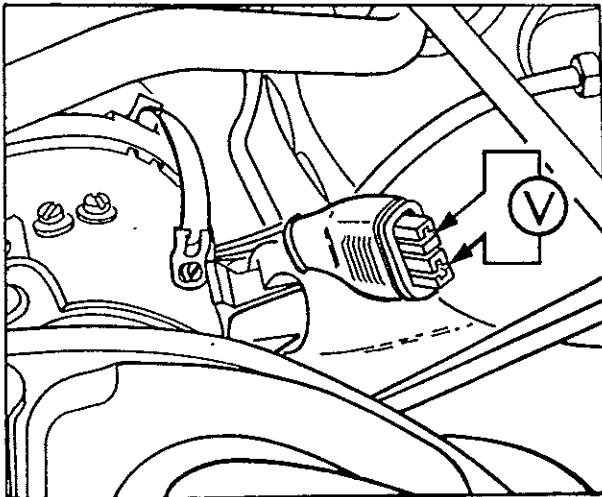

Bild 11: Hall-Sensor Überprüfen
- Der Dreifachstecker am Zündverteiler ist abgezogen. Jetzt wird bei eingeschalteter Zündung an den äußeren Kontakten (Bild 11) die anliegende Spannung überprüft. Es muß die Batteriespannung anliegen (12 ... 14 V).